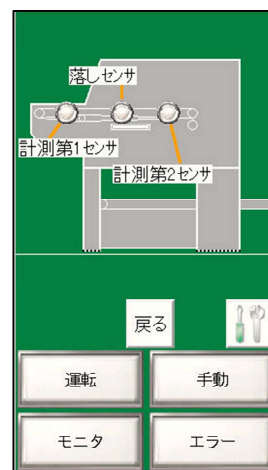

図 7-28
- ・ **センサモニタ** を押すとセンサモニタ画面(図 7-28)に切り替わります。